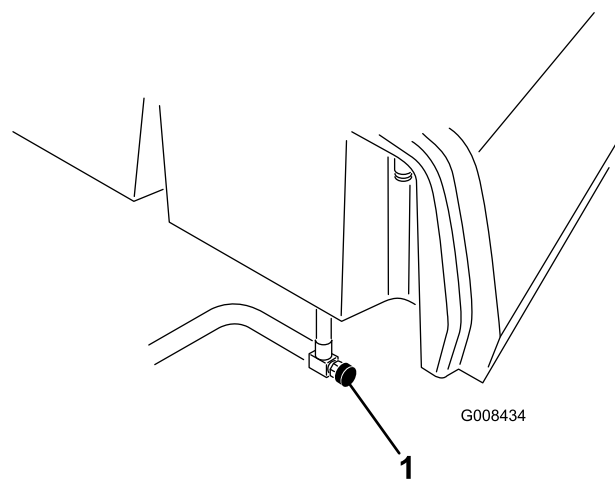

Figura 40
1. Chiudete la valvola di intercettazione del carburante (Figura 40) sotto il serbatoio del carburante.